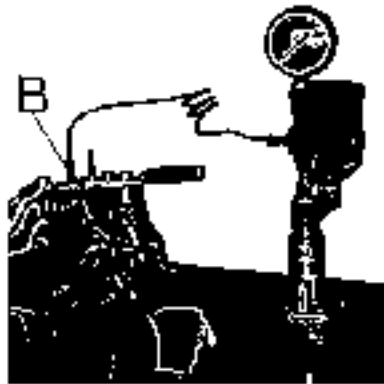

Fig. 204 - Controllo della tenuta della pompa SAC delle trattrici **PANTHER** e **TIGER 100** mediante allzezza 5.9030.463.0
- Applicare l'attrezzatura con n. 3 viti, come riportato in fig. 204 avendo cura di posizionare in corrispondenza del foro di aspirazione e di mancata dell'olio i relativi OR.
- Con pompa vuota insufflare aria, alla pressione di 1 Kg/cm², attraverso la valvola di immissione aria (A fig. 204) e con raccordo (B fig. 204) chiuso.
- Dopo aver smontato completamente la valvola di immissione aria (A fig. 204) riempire la pompa con olio, a mezzo olitore, attraverso il relativo foro di aspirazione.
- Inserire la pompa prova iniettori sul raccordo (B fig. 204) e immettere olio nella pompa della S.A.C. alla pressione di 200 Kg/cm².
- Nel caso che le perdite siano interne, l'olio uscirà dal raccordo dove era montata la valvola di immissione aria (A fig. 204).